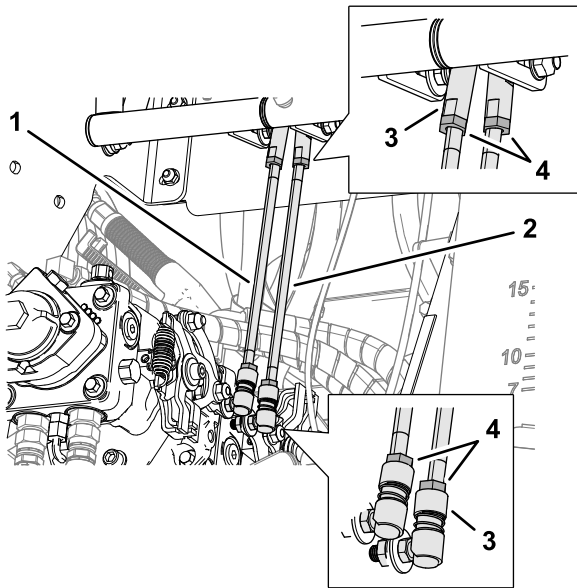

Figura 98
- Afloje las 2 contratuercas que sujetan la varilla de control de movimiento en las rótulas superior e inferior (Figura 98).
- Apriete las contratuercas (Figura 98).